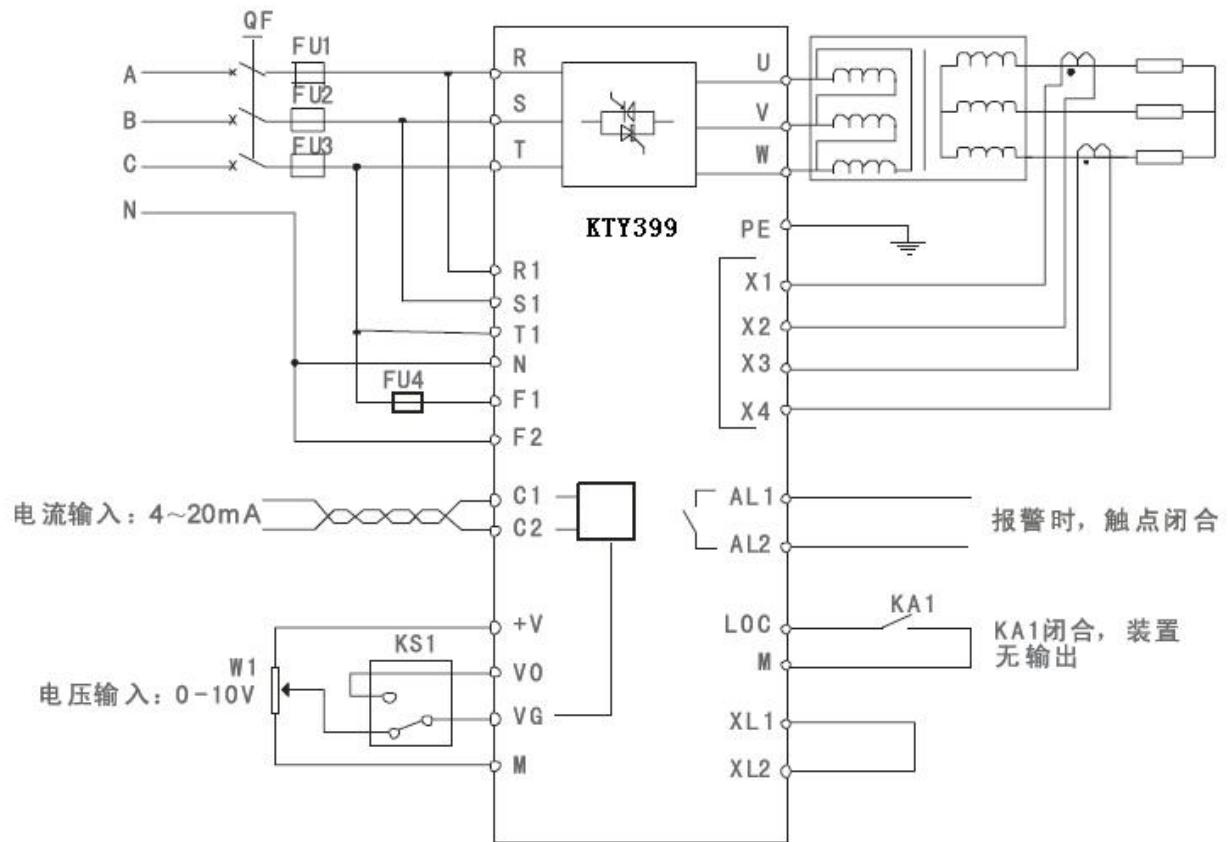

图4-5-3 KTY399应用于低电压、大电流负载的电流闭环控制
- 图4-5-3中电流反馈取自变压器的二次侧，此方法可精确恒定负载电流。由于标准配置的恒流型调压器在出厂时电流反馈信号取自调压器输出端（相当于图中变压器一次侧），如要按图4-5-3的方式接线，可在订货时提出或在使用时向我们联系。